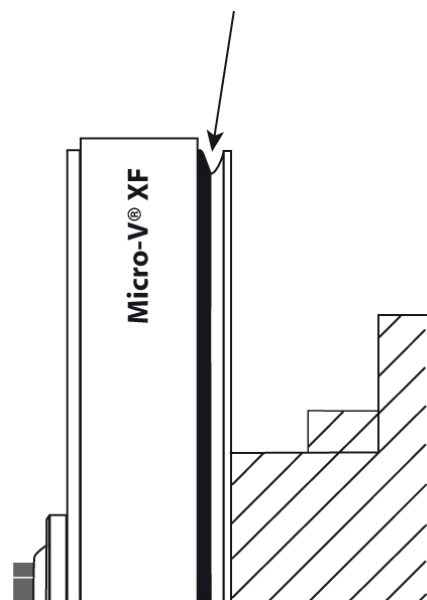

Fig. 2
- o Se la pompa del servosterzo funziona ad energia elettrica (non inclusa nella trasmissione a cinghia): la cinghia deve essere posizionata sul lato esterno delle puleggie (Fig. 2)
- o La cinghia deve essere posizionata sul lato esterno delle puleggie (Fig. 2)
- o La cinghia deve essere posizinata sul lato esterno delle puleggie (Fig. 2)
- o La cinghia deve essere posizionata sul lato esterno delle puleggier (Fig. 2)